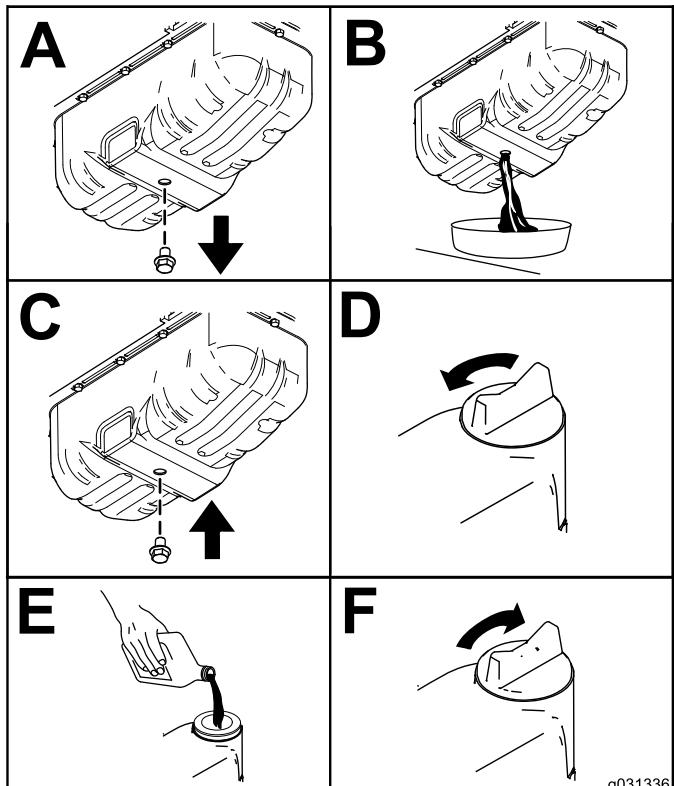

Figure 94
3. Vidangez l'huile moteur, comme montré à la Figure 94.